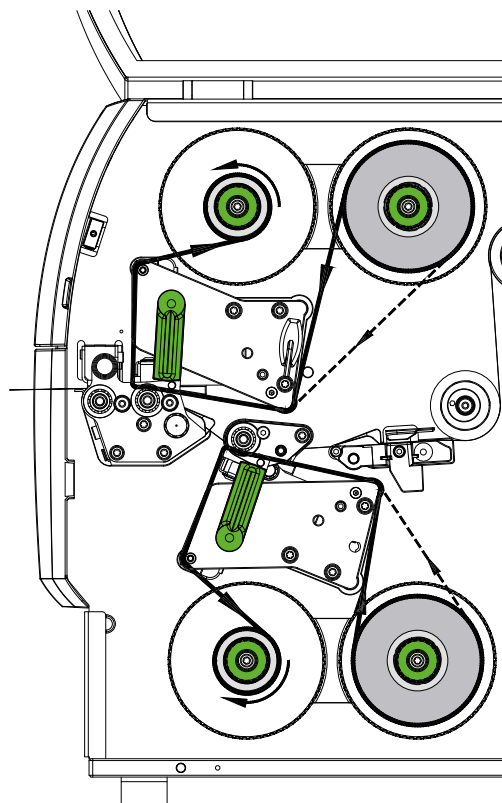

Figure 18 Défilement du ruban transfert
6. Placer un mandrin adapté (4) sur l'enrouleur de ruban transfert (5), le positionner et le fixer comme le rouleau de ruban transfert.
7. Guider le ruban transfert à travers le bloc d'impression comme décrit sur la Figure 18. La ligne continue représente un ruban transfert à encrage interne, celle en pointillée un ruban à encrage externe.
8. Fixer le début de ruban transfert avec une bande adhésive au centre du mandrin (4). Respecter le sens de rotation de l'enrouleur de ruban transfert, à l'inverse des aiguilles d'une montre.
9. Tourner l'enrouleur de ruban transfert (5) dans le sens inverse des aiguilles d'une montre pour lisser le ruban.
10. Tourner le levier (6) dans le sens des aiguilles d'une montre pour verrouiller la tête d'impression.
11. Ouvrir le volet (8) et insérer le ruban transfert du bloc d'impression inférieur (7) de la même manière. Les indications de direction s'appliquent ici à l'exception du sens de rotation des boutons moletés à l'inverse du bloc d'impression supérieur.